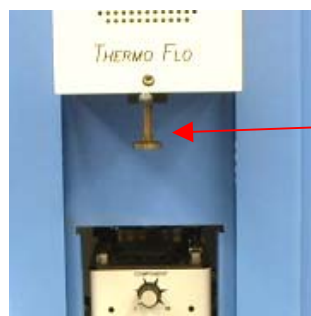

Figura 2: Conexión para suministro de aire o gas externo en la parte trasera del TF 2500
**Advertencia:** no haga funcionar la unidad en modo  $N_2$  salvo que haya una alimentación de  $N_2$  conectada y activada (Figura 2). **El  $N_2$  debe regularse a una presión de salida de 15 PSI antes de su conexión al TF 2500.**